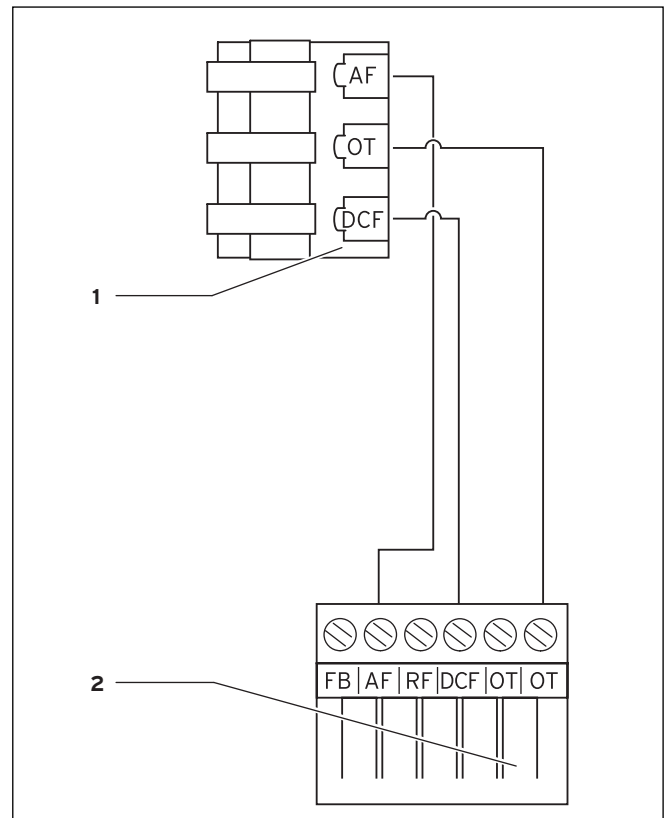

Рис. 5.3 Электropодключение наружного датчика VRC 9535
- ⇒ Подключите соединительный кабель к клеммнику наружного датчика согласно рис. 5.3.
- ⇒ Подключите соединительный кабель 6-полюсному крайовому штекеру согласно рис. 5.3.